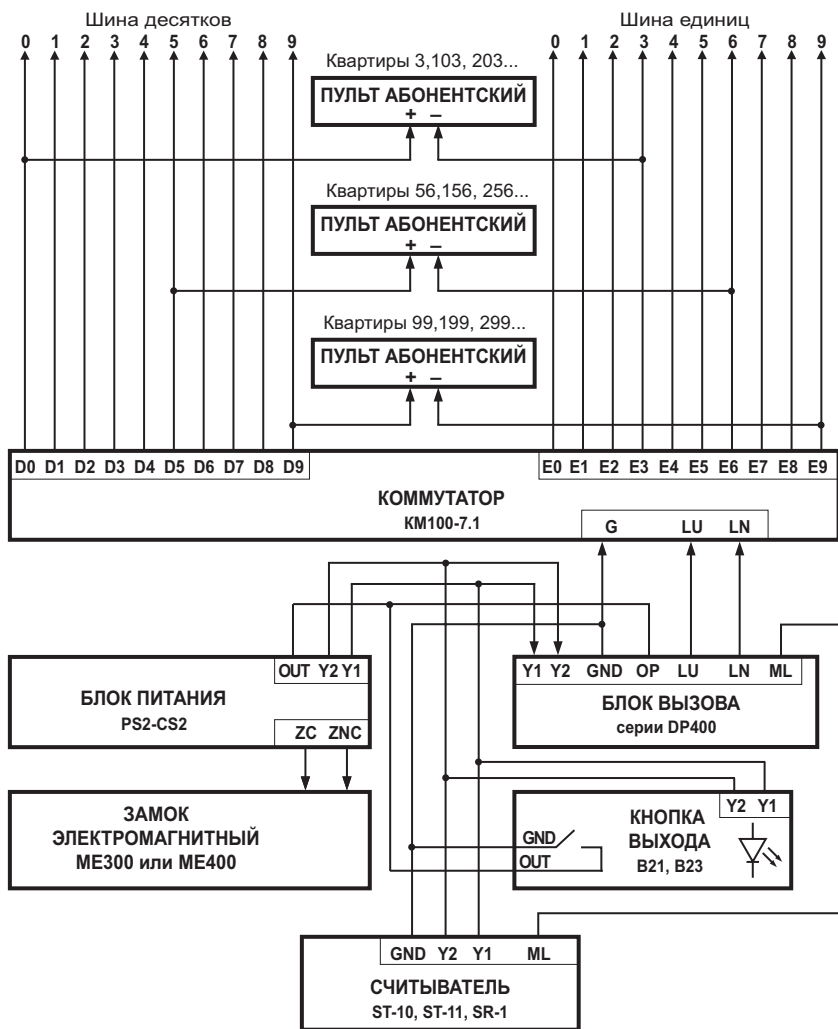

Рис.2 Монтажная схема соединения блоков домофона
БВ соединяется с остальными блоками системы согласно монтажной схеме (рис.2).
БП подключается к замку и БВ согласно приведенной монтажной схеме (рис.2). БП и КМ имеют специальные клеммные колодки для подключения проводов с соответствующими обозначениями. **Для подключения БП к сети 220 В обязательно(!) должна быть установлена розетка.**
**С коммутатором ПА** соединяются согласно приведенным монтажным схемам (рис.2 и рис.4) по двум десятипроводным шинам, проложенным в стояке.
Электромагнитный замок подключается к БП и к БВ согласно схемам (рис.2 и рис.4).